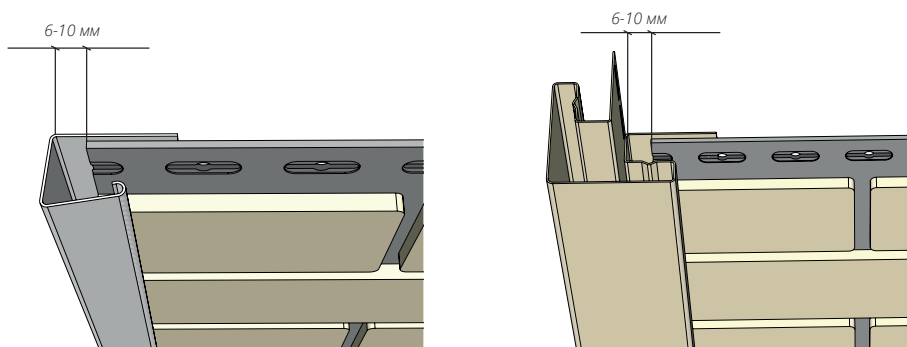

Рисунок 13
- 6.10** Для возможности движения фасадного материала при тепловых расширениях необходимо оставлять зазоры: в летний период 6-8 мм в зимний период 8-10 мм. На рисунках указан общий зазор 6-10 мм (Рис. 13).